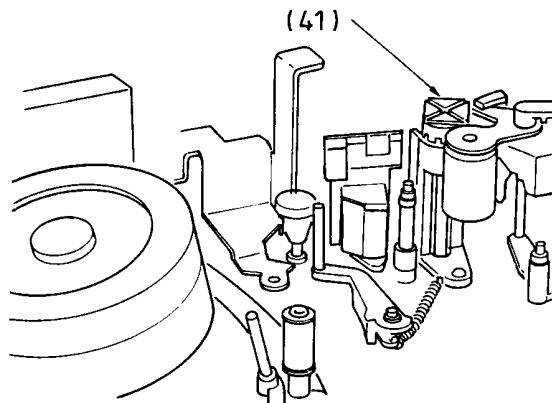

Fig. 19
- Einstellschraube (41) ,Fig.19, soweit herausdrehen,bis sich Capstanstator (135) und -rotor (133) gerade berühren.
- Loosen the thrust screw (41) , Fig. 19, until the capstan stator (135) and rotor (133) just touch each other.